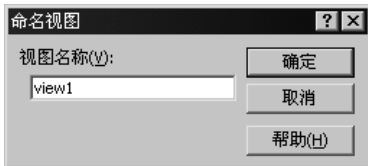

图 5.2.20 “方向”对话框（一） 图 5.2.21 “命名视图”对话框 图 5.2.22 “方向”对话框（二）
-  (视图定向): 这是一个定制视图方向的命令, 用于保存某个特定的视图方位, 若用户对模型进行了旋转操作, 只需单击此按钮, 便可从系统弹出的如图 5.2.20 所
（2）在“标准视图（E）”工具栏中单击按钮，系统弹出如图 5.2.20 所示的“方向”对话框（一）。